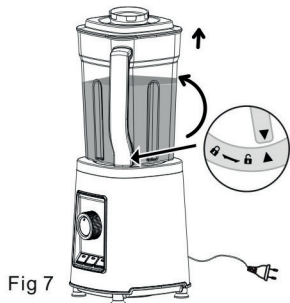

Fig 7
- Lyft av locket och servera direkt ur blenderkannan (4). Fig 7.
- Stäng av blendern efter avslutad mixning genom att vrida funktionsväljaren (14) till OFF och dra ur kontakten. Fig 7.